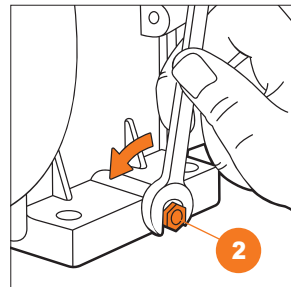

Рис. 21
- Убедитесь, что двигатель выключен ①.
- Откройте заливную горловину ③.
- Удалите пробку сливного отверстия ② (Рис. 21).
- Установите пробку сливного отверстия ②.
- Для проверки уровня масла отвинтите крышку щупа заливной горловины ③, протрите щуп и опустите его в заливную горловину, крышку не закручивайте, затем извлеките его, поддерживайте уровень масла по верхней отметке щупа.